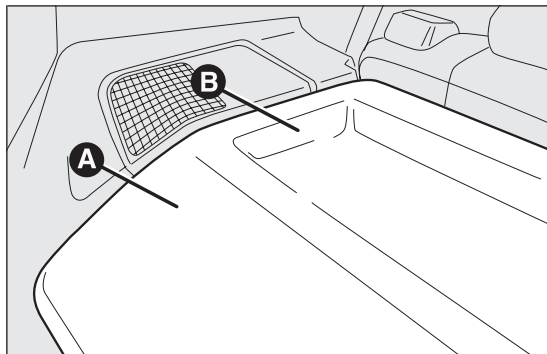
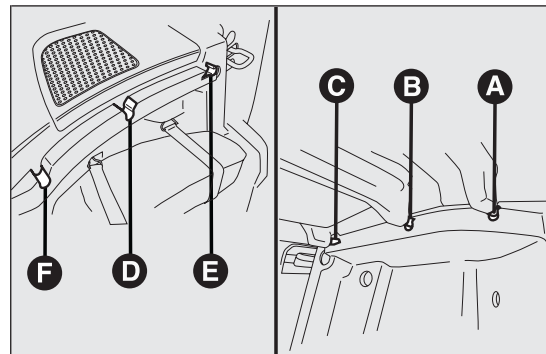

fig. 71
fig. 72
La bandeja fig. 71 está formada por dos partes.
- abrir el portón del maletero y levantar la parte delantera A fig. 71 soltando el perno A fig. 72 del alojamiento F fig. 72;
- levantar la parte trasera B fig. 71 soltando los pernos B y C fig. 72 del alojamiento D y E fig. 72;